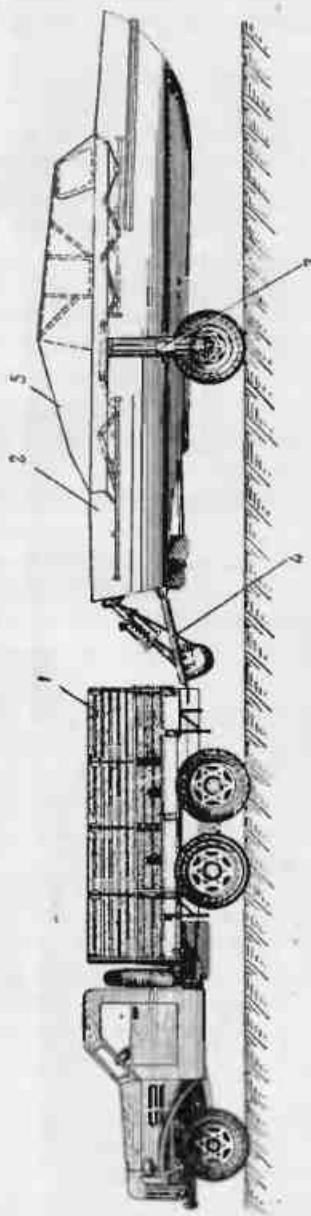

Рис. 22. Транспортировка катера по суше:
49. Транспортировочное устройство (рис. 22) предназначено для перевозки катера 2 за автомобилем 1. Оно состоит из двух подвесок 3 и дышла 4.
54. Транспортировочный тент 5 (см. рис. 22) служит для покрытия катера при транспортировке и хранении.